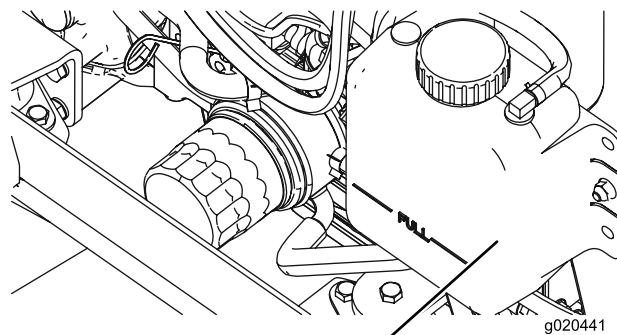

Figura 65
1. Togliete con cautela il tappo del radiatore e il tappo del serbatoio di espansione (Figura 65).